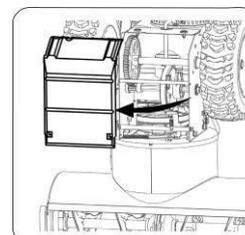

Рис.19
2. Осторожно поверните снегоуборщик вверх и вперед так, чтобы он опирался на корпус шнека. Снимите крышку рамы с нижней стороны снегоуборочной машины, сняв четыре винта, которые закрепляют его. Рис.19